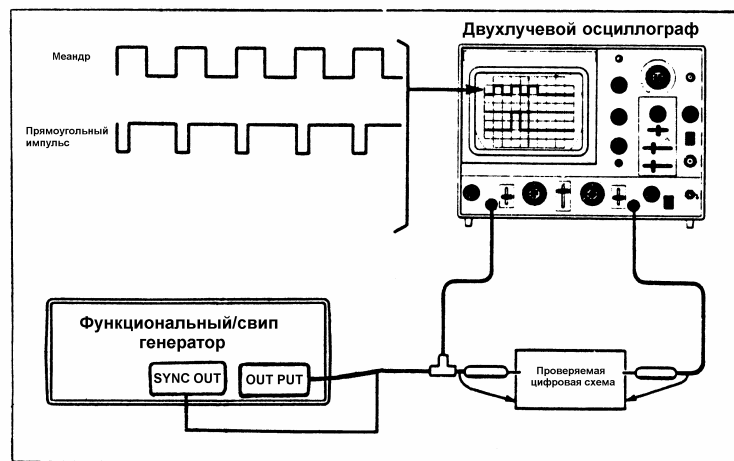

Рисунок 11. Проверка цифровых логических схем.
- a. Подключите генератор к цифровой логической схеме (Рис. 11).